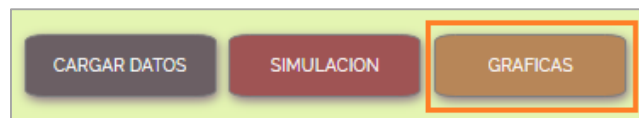
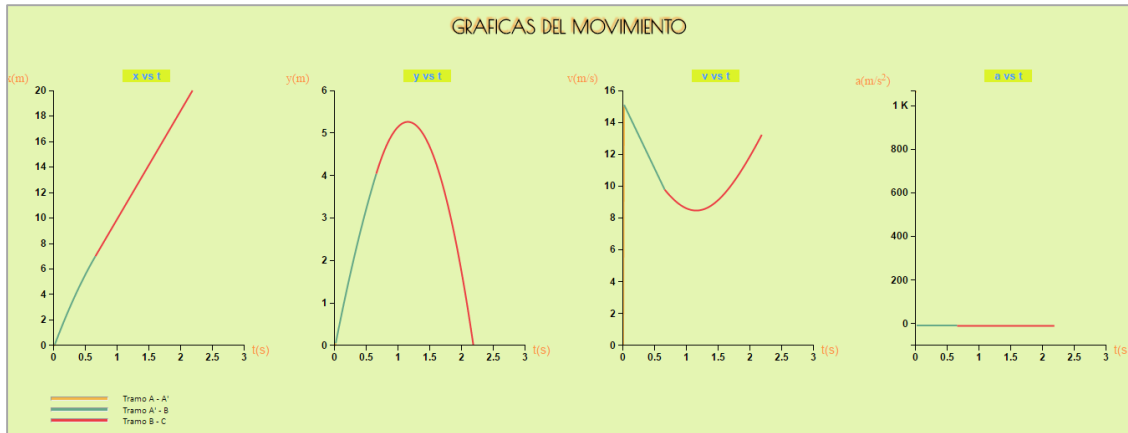

Figura 13. Botón de despliegue de gráficas.
Figura 14. Gráficas desplegadas por el simulador.
10. Cuando haya dado en el blanco obtenga las curvas de movimiento del bloque haciendo click en el botón “Gráficas” (ver figura 13). El software le mostrará los resultados gráficos correspondientes a: desplazamiento en x (x vs t), desplazamiento en y (y vs t), magnitud de la velocidad del bloque (v vs t) y magnitud de la aceleración del bloque (a vs t), como se muestra en la figura 14.